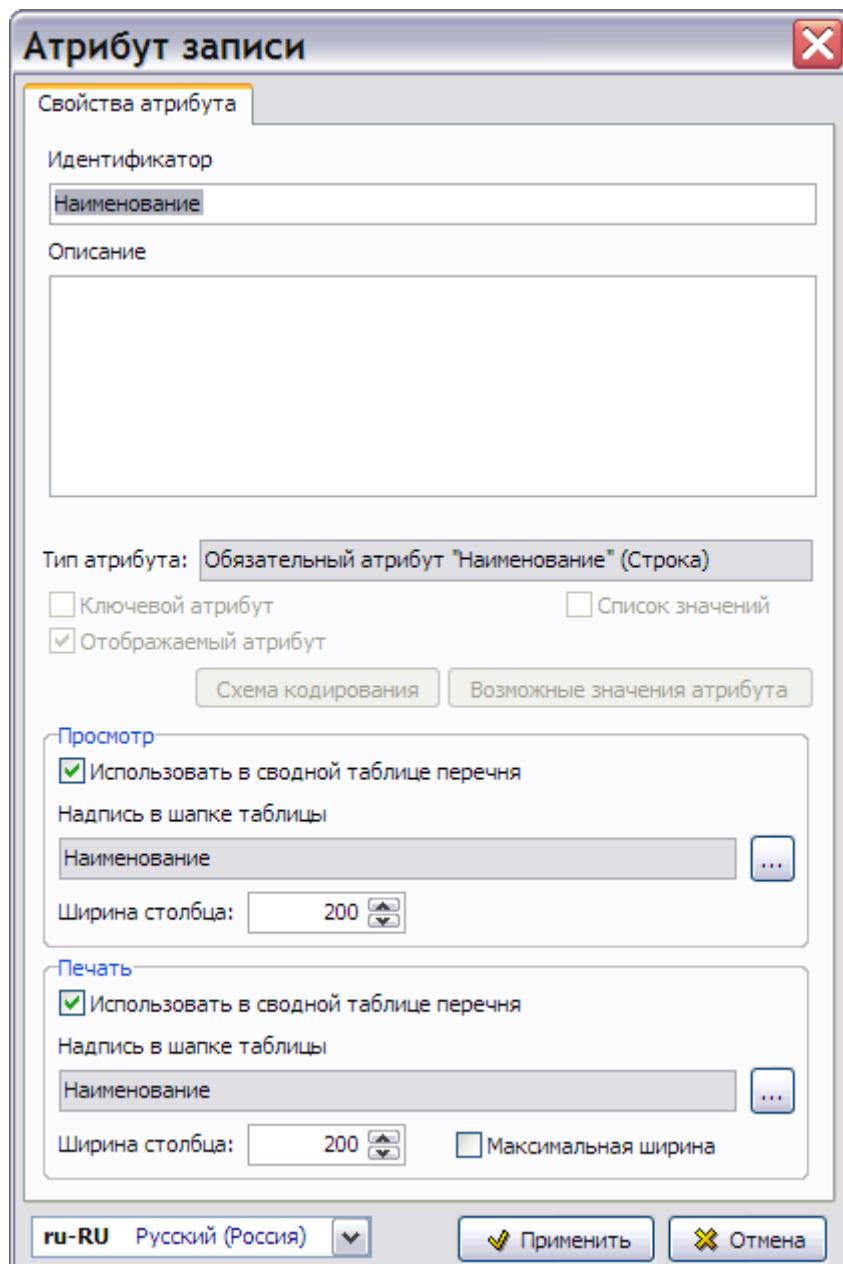

Рис. 3.16
2. На панели инструментов нажмите на кнопку  . После этого откроется диалоговое окно **Атрибут записи** (Рис. 3.16).